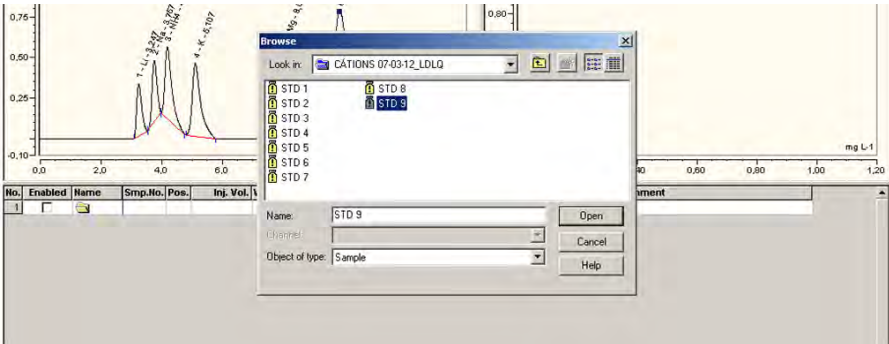

Figura 27. Tela **Calibration** do Peaknet 6 para a inserção dos novos padrões da curva de calibração.
- Seleccionar os padrões que se pretende inserir, introduzindo-os um a um, para serem integrados (Figura 27).